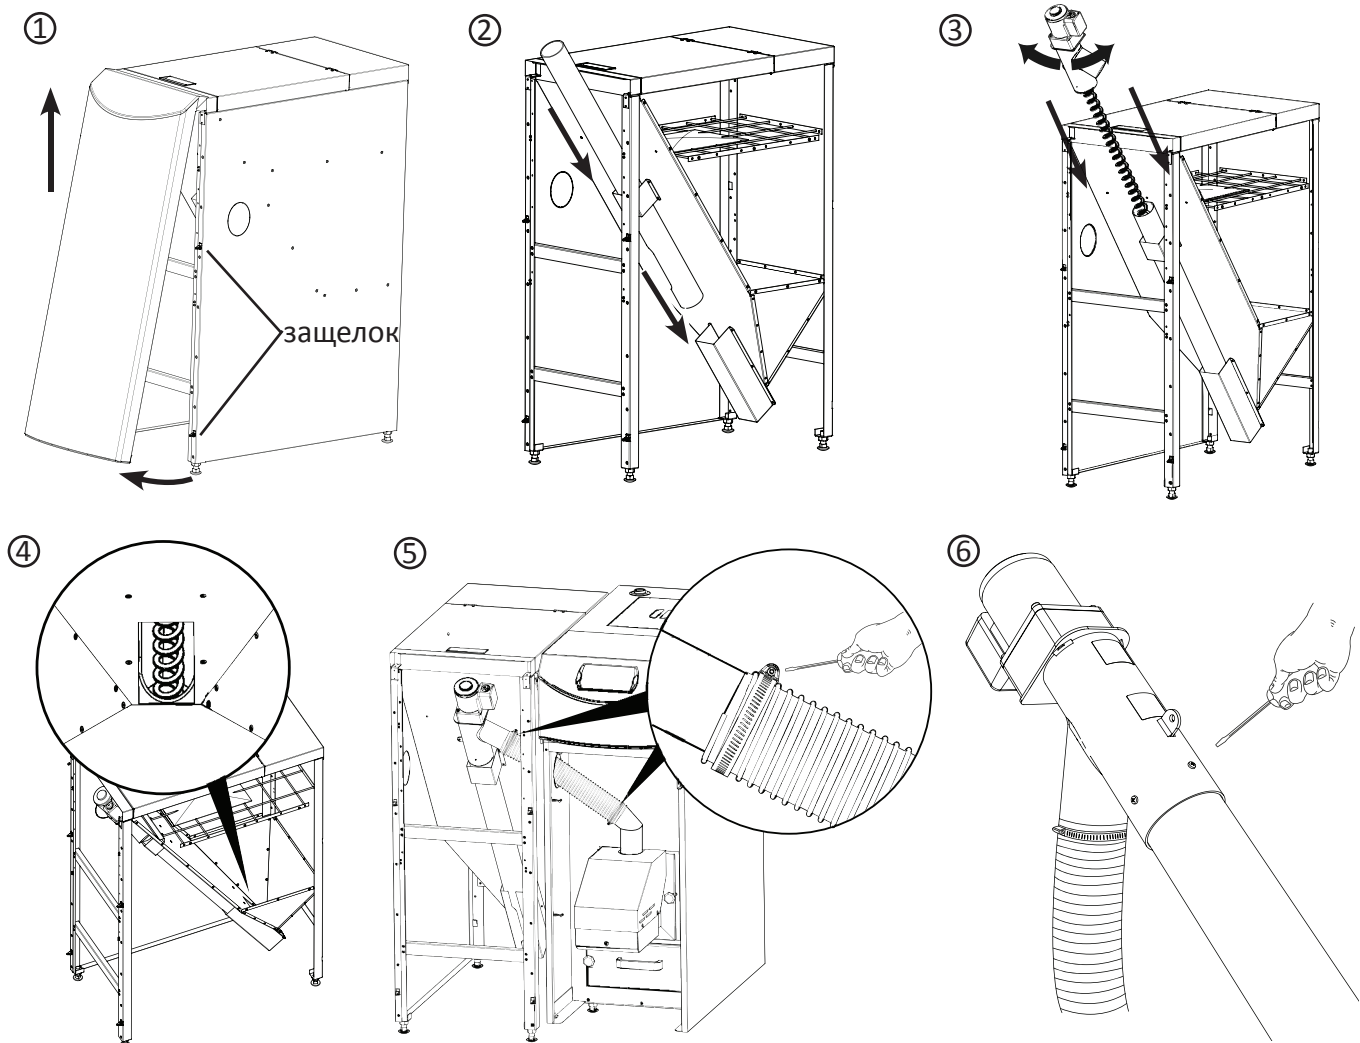

Рис. 8 Монтаж комплекта
1. Демонтировать переднюю часть корпуса резервуара, взяв ее спереди и потянув на себя до снятия с четырех защелок. Затем необходимо переместить переднюю часть корпуса вверх и полностью ее снять (Рис. 8 п. ①).
2. Транспортную трубу механизма подачи следует последовательно разместить в желобках, расположенных прямо под засыпной трубой резервуара (Рис. 8 п. ②).
3. Вставить в транспортную трубу спираль механизма подачи (Рис. 8 п. ③).
4. Транспортную трубу поставить так, чтобы отверстие подачи оптимально получало засыпаемые пеллеты (направлено к верхней части резервуара Рис. 8 п. ④).
5. Прикрепить гибкую гофрированную трубу шнековыми оброчками к соединителю механизма подачи и засыпной трубе горелки (Рис. 8 п. ⑤).
7. После определения оптимального наклона соединителя при помощи прилагаемого сверла проделать отверстия в транспортной трубе механизма подачи (через отверстия в соединительной трубе), а затем привинтить их друг к другу при помощи прилагаемых болтов (Рис. 8 п. ⑥). После полного монтажа комплекта резервуар и механизм подачи нужно заполнить пеллетами, см. **Ввод в эксплуатацию.**